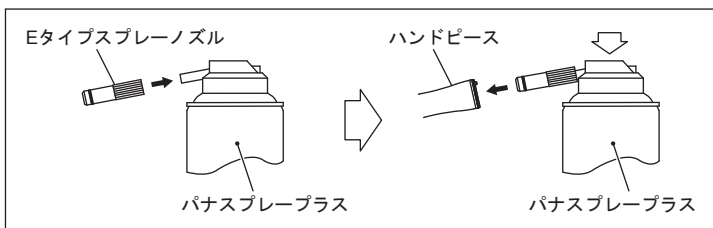

図5
■パナスプレープラスによる注油(図5)
- ①パナスプレープラスに、Eタイプスプレーノズルを強く差し込みます。
- ②ハンドピースから、バーを取り外します。
- ③Eタイプスプレーノズルをハンドピース後部へ差し込み、2秒間くらいスプレーします。